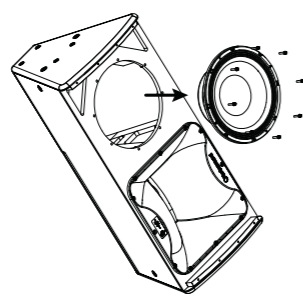

Fig. 2
3. Remove and disconnect the bass driver (fig 2) to access the compression driver retaining brace, making a note of the bass driver polarity for later reconnection.
3. Quite y desconecte el controlador de graves (fig. 2) para acceder a la abrazadera de retención del controlador de compresión, tomando nota de la polaridad del controlador de graves para una reconexión posterior.
3. Retirez et déconnectez le haut-parleur de graves (fig 2) pour accéder à l'accolade de retenue du pilote de compression, en notant la polarité du haut-parleur de graves pour une reconnexion ultérieure.
3. Entfernen und trennen Sie den Bass-Treiber (Abb. 2), um auf die Halteklammer des Kompressionstreibers zuzugreifen. Notieren Sie sich die Polarität des Bass-Treibers für eine spätere Wiederverbindung.
3. Remova e desconecte o driver de graves (fig. 2) para acessar a chave de retenção do driver de compressão, anotando a polaridade do driver de graves para reconexão posterior.
3. Rimuovere e scollegare il driver dei bassi (fig 2) per accedere al supporto di ritenzione del driver di compressione, prendendo nota della polarità del driver dei bassi per ricollegarli in seguito.
3. Verwijder en ontkoppel de basdriver (afb. 2) om toegang te krijgen tot de bevestigingsbeugel van de compressiedriver, en noteer de polariteit van de basdriver voor later opnieuw aansluiten.